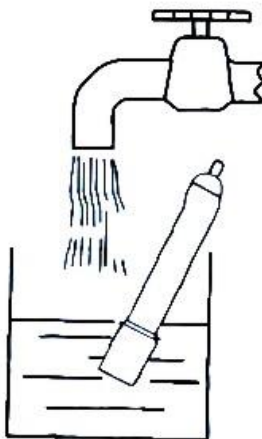

Fig. 2
3. Compruebe primero el valor de lectura (μS) para el agua, no realice el tratamiento (no vía filtro). Luego, registre el valor de lectura (consulte fig. 2).